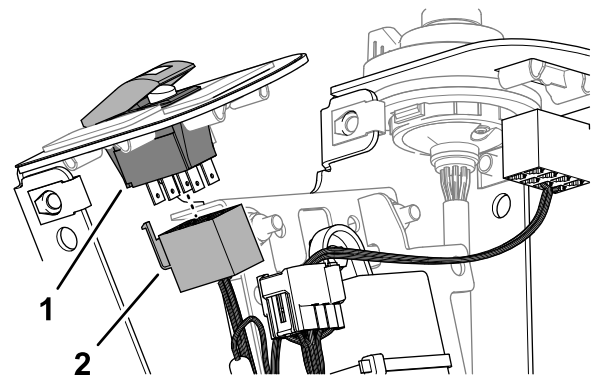

Figure 34
1. Branchez le connecteur à 8 douilles du faisceau de commande étiqueté HAZARD SWITCH sur le connecteur à 8 broches de l'interrupteur à bascule (Figure 34).